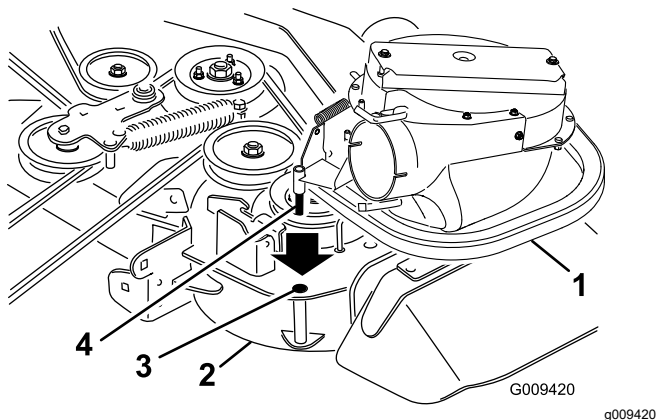
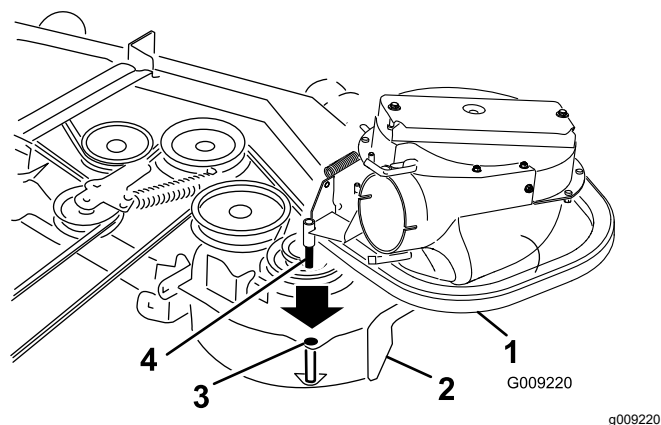

Figura 18
Figura 19
2. Introduzca la clavija del soplador en el taladro del pivote (Figura 18 o Figura 19).